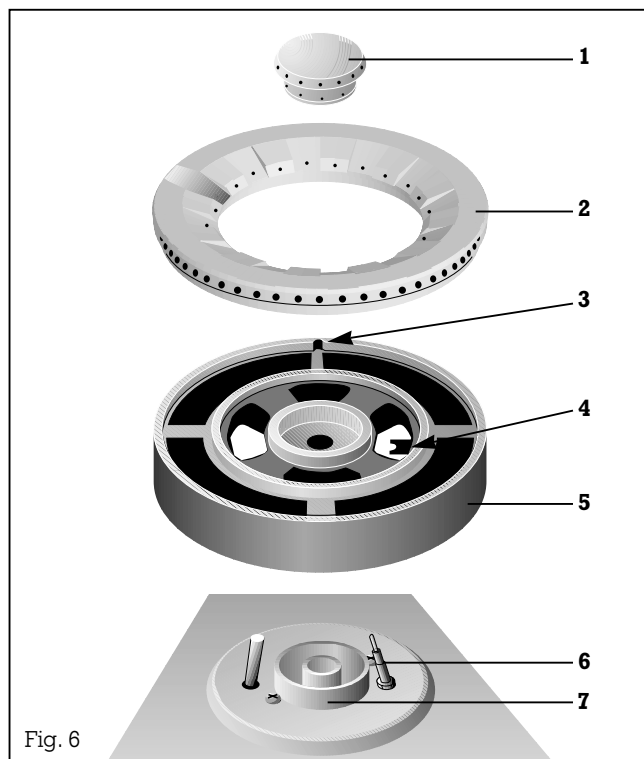

Fig. 6
In fase di assemblaggio (Fig. 6) accertatevi che la testa del bruciatore (5) venga poggiata sulla parte sottostante del bruciatore (7) in modo che l'elemento di fissaggio (4) venga bloccato dall'elemento termosensibile (6). Poggiate l'anello (2) sulla testa del bruciatore (5) dall'alto. La sporgenza di arresto sulla parte inferiore dell'anello del bruciatore deve incastrarsi nell'incavo (3). Centrate il coperchio (1) nella testa del bruciatore. Montate il supporto per la pentola.